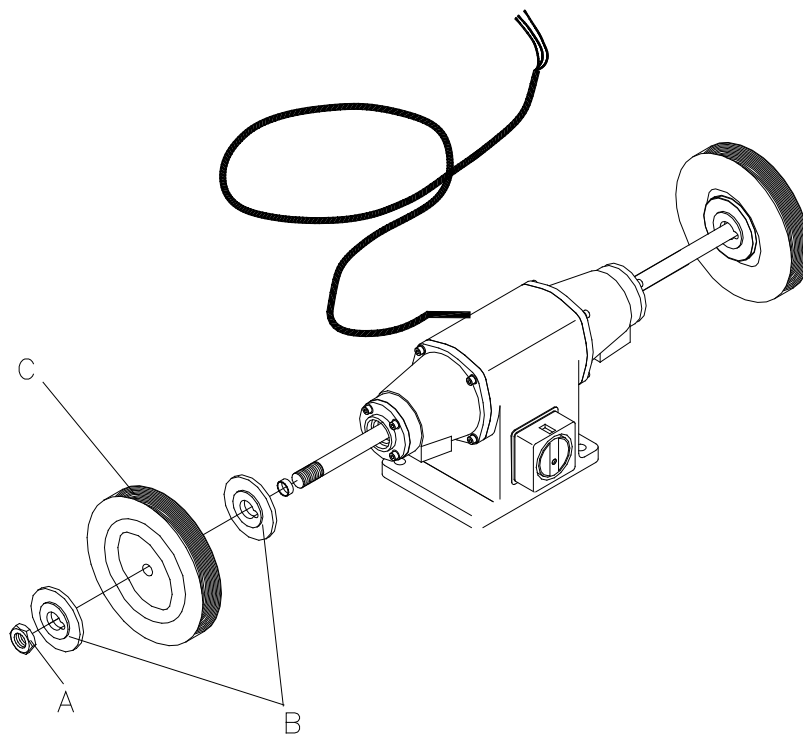

Fig.: 2.1
Når polerskiven skal skiftes, skrues møtrik (A) (se fig.: 2.1) først, derefter aftages flangen (B). Nu kan polerskiven (C) tages af.